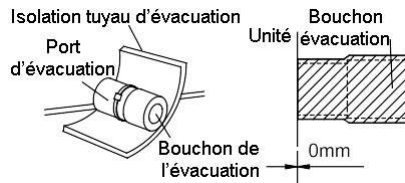

Fig.29
(10). Le port d'évacuation non utilisé doit également être isolé correctement (Fig.29).